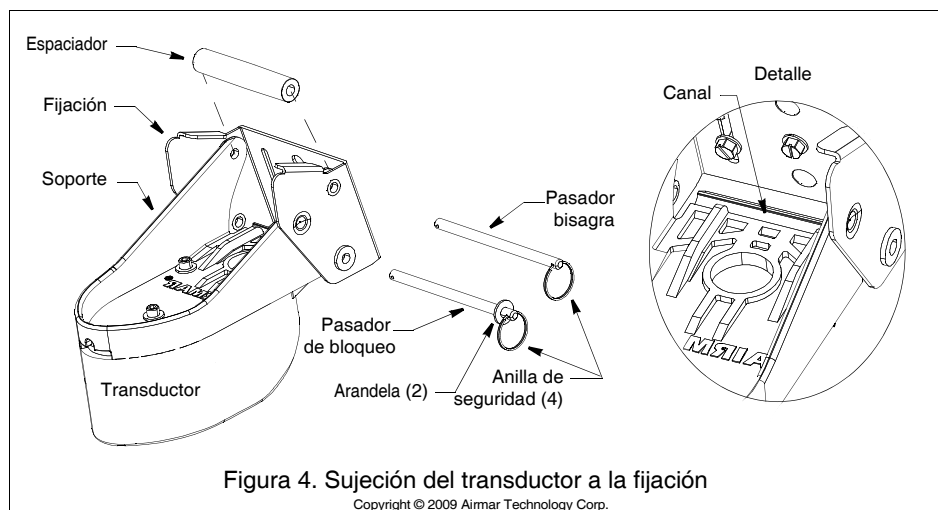
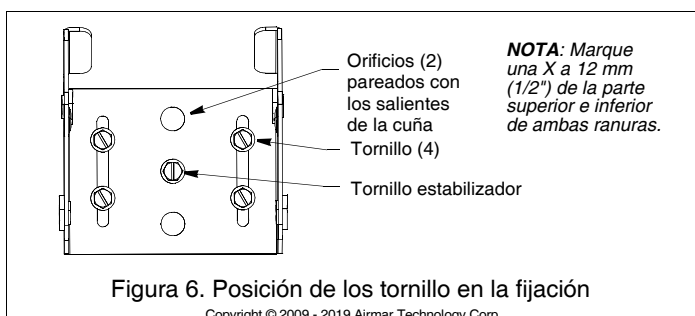

Figura 4. Sujeción del transductor a la fijación
Figura 6. Posición de los tornillo en la fijación
3. Enganche la anilla de seguridad a un extremo de cada pasador (figura 4).
2. Retire el conjunto del transductor de la fijación extrayendo el pasador de bloqueo y el pasador bisagra (figura 4). Sostenga la fijación con la o las cuñas necesarias contra el espejo de popa en la posición marcada. Haga una X a 12 mm (1/2") de la parte superior e inferior de cada ranura (figura 6).
1. Aplique sellador marino a la rosca de cuatro de los tornillos hexagonales con arandela para impedir que se filtre agua al espejo de popa. Con las cuñas colocadas si es necesario, atornille la fijación al casco con una llave de tubo (figura 4). *No apriete los tornillos de momento.*
5. Utilizando el espacio de ajuste vertical en las ranuras de la fijación, desplace el conjunto arriba o abajo hasta que la esquina inferior interna del transductor sobresalga 0-3 mm (0-1/8") por debajo del fondo del casco (figura 1): Cuando esté satisfecho con la posición del transductor, apriete los cuatro tornillos de la fijación. Para facilitar el acceso a los tornillos, retire el conjunto del transductor de la fijación (figura 4). *Cuando vuelva a colocarlo, no olvide incluir el espaciador.*
1. Para impedir que la fijación se salga de su sitio, utilice el tornillo hexagonal restante. Realice un taladro para el tornillo estabilizador a través del orificio central de la fijación y a través de la o las cuñas que haya colocadas y el casco (figura 6).
3. Apriete el tornillo estabilizador con una llave de tubo. Para facilitar el acceso al tornillo, retire el conjunto del transductor de la fijación (figura 4). Cuando vuelva a colocar el transductor, no olvide incluir el espaciador.